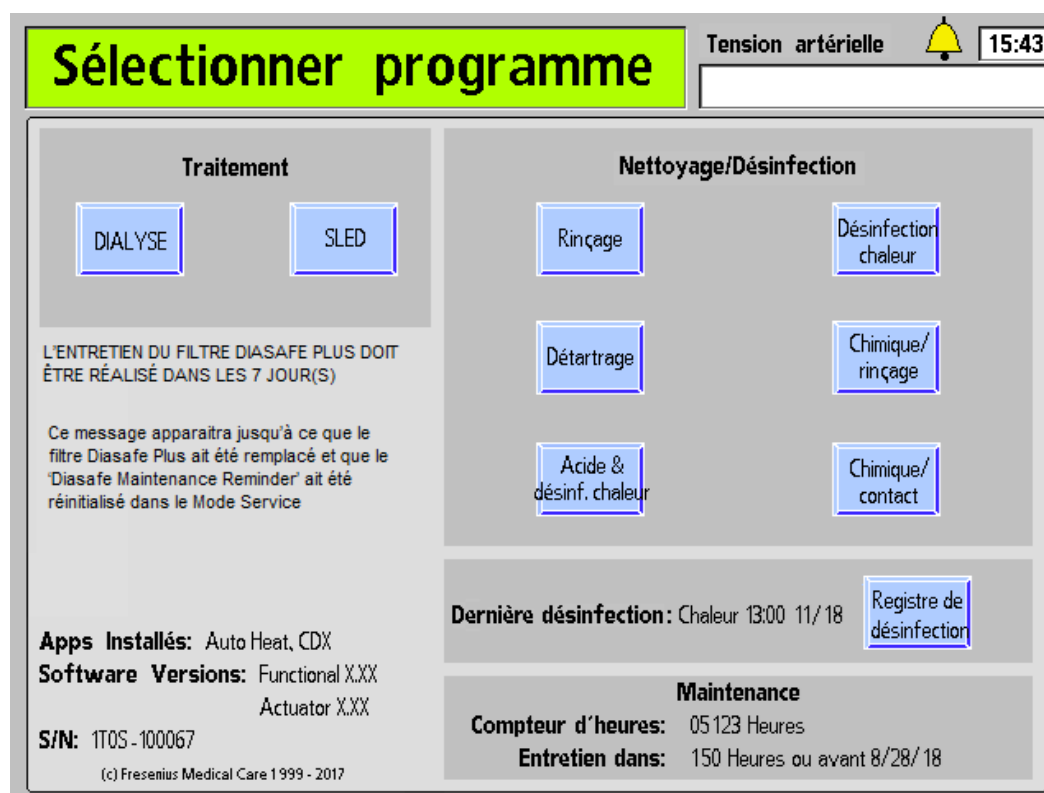

Figure 132 – Message de rappel Diasafe affiché sur l'écran « Sélectionner programme » (version fonctionnelle de logiciel 2.72 ou ultérieure présentée)
3. Appuyez sur le déclencheur du port d'échantillonnage et faites pivoter le sélecteur pour verrouiller le port en position ouverte (reportez-vous à la Figure 132). Le trajet du dialysat peut maintenant se rendre jusqu'à la seringue par l'échantillonneur de dialyseur.